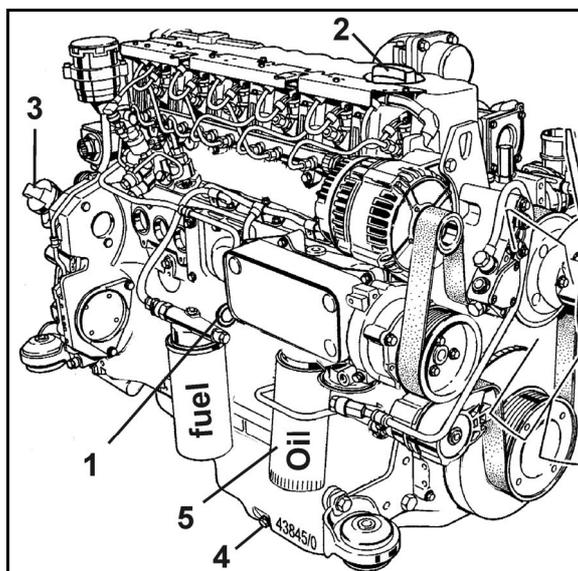

Рис. 140
3. Ослабьте и выкрутите патрон масляного фильтра (Рис. 140/5) с помощью соответствующего инструмента.